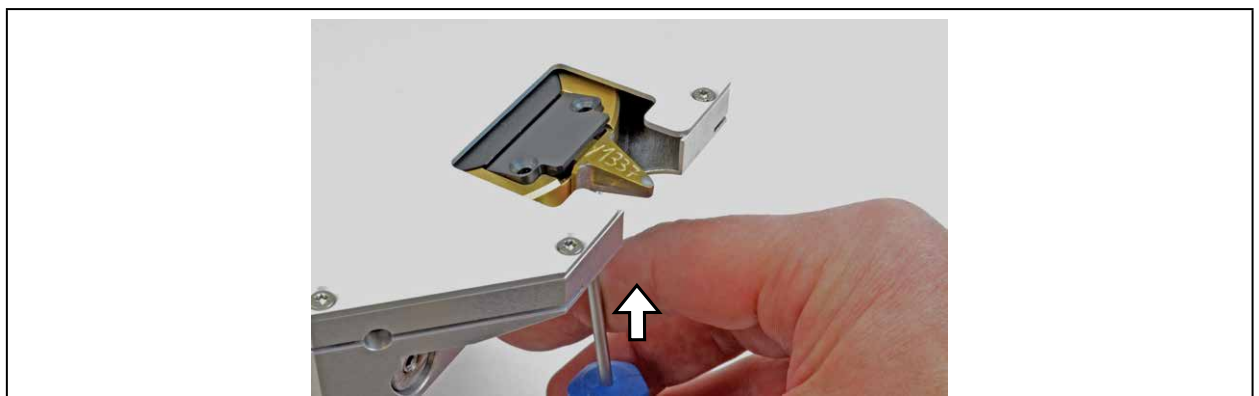

Abb. 14.3: Messspitze herausdrücken
5. Drücken Sie die Messspitze samt Halteblech mit einem Schraubendreher von unten durch die Gehäusebohrung vorsichtig hoch (siehe Abb. 14.3).